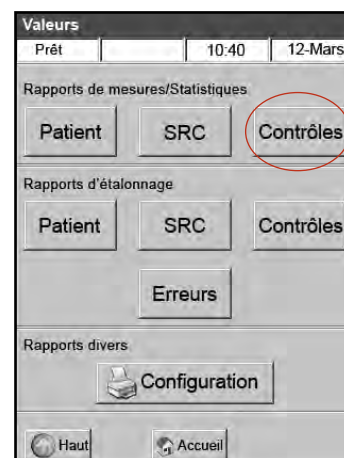

Figure E-4 : Écran "Données"
2. À la section "Rapports de mesures/Statistiques", sélectionnez "**Contrôles**" (Figure E-4).